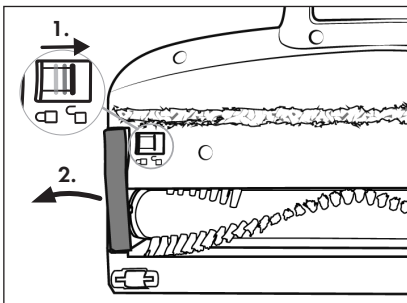

Abb. 24
- 2) Entriegeln Sie die Bürstenrolle 21, indem Sie die Bürstenrollenentriegelung 19 mit dem Finger in Richtung des Symbols  (öffnen) schieben. Entfernen Sie dann den Bürstenrollenhalter 20 von der Bodenbürste 22 (siehe Abb. 24).